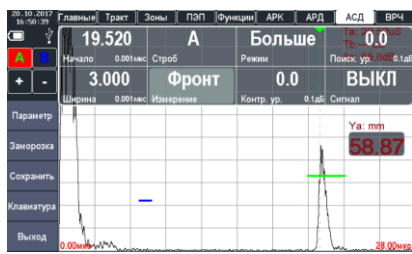

Рисунок 2.30 – Включение звуковой сигнализации
1. Для включения/выключения звуковой сигнализации при пересечении уровня зоны контроля необходимо в параметре «СТРОБ» установить требуемый (А или В) и изменением параметра «СИГНАЛ» (рис. 2.30) включить или выключить сигнализацию («ВКЛ» или «ВЫКЛ»).